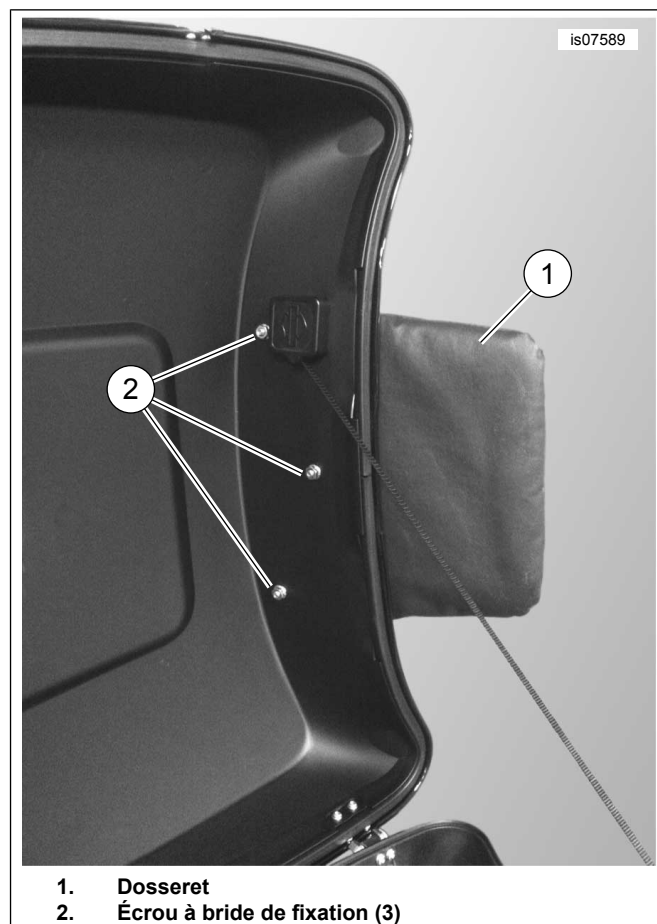

Figure 3. Dossieret monté sur le couvercle du Tour-Pak Chopped
1. Consultez Figure 3 . Alignez les trois montants du dossieret (1) sur les trous du couvercle du Tour-Pak. Attachez-les en les serrant à la main à l'aide des écrous à bride de fixation (2) du kit.